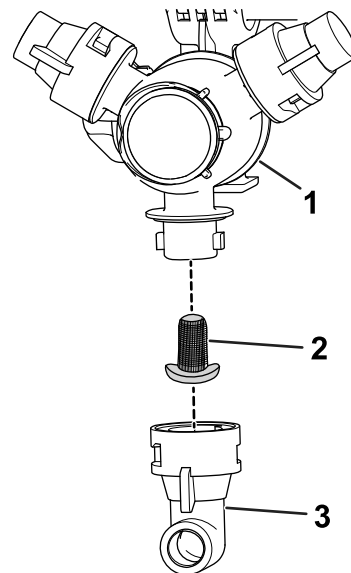

Figura 31
2. Rimuovete l'ugello dalla torretta di irrorazione (Figura 31).
3. Rimuovete il filtro dell'ugello (Figura 31).
5. Montate il filtro dell'ugello (Figura 31).
6. Montate l'ugello sulla torretta di irrorazione (Figura 31).